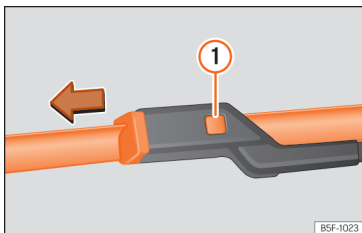

Fig. 208 Canvi de les escombretes de l'eixugaparrises.
- Mantingueu premuda la tecla de desbloqueig » » » **fig. 208** ① mentre estireu lleugerament l'escombreta en el sentit de la fletxa.